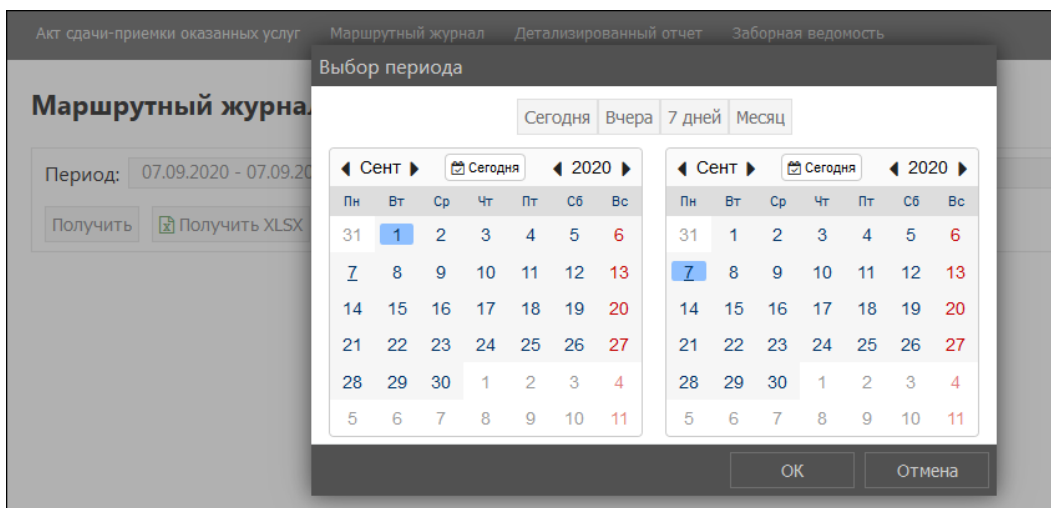

Рис. 5.14.5. Выбор промежутка времени для формирования отчета.
- ✓ определите промежуток времени (рис. 5.14.5), за который необходимо получить данные мониторинга (см. Календарь);